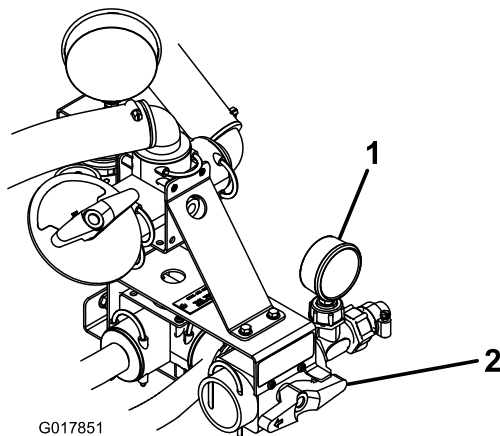

Bild 21
3. Drehen Sie das rote Handrad oben auf dem Regelventil in die Handspritzen-Stellung (Bild 21).
Hinweis: Verwenden Sie das Manometer rechts am Regelventil und drehen Sie gleichzeitig das rote Handrad, um den gewünschten Druck am Handspritzgerät zu erhalten (Bild 21).